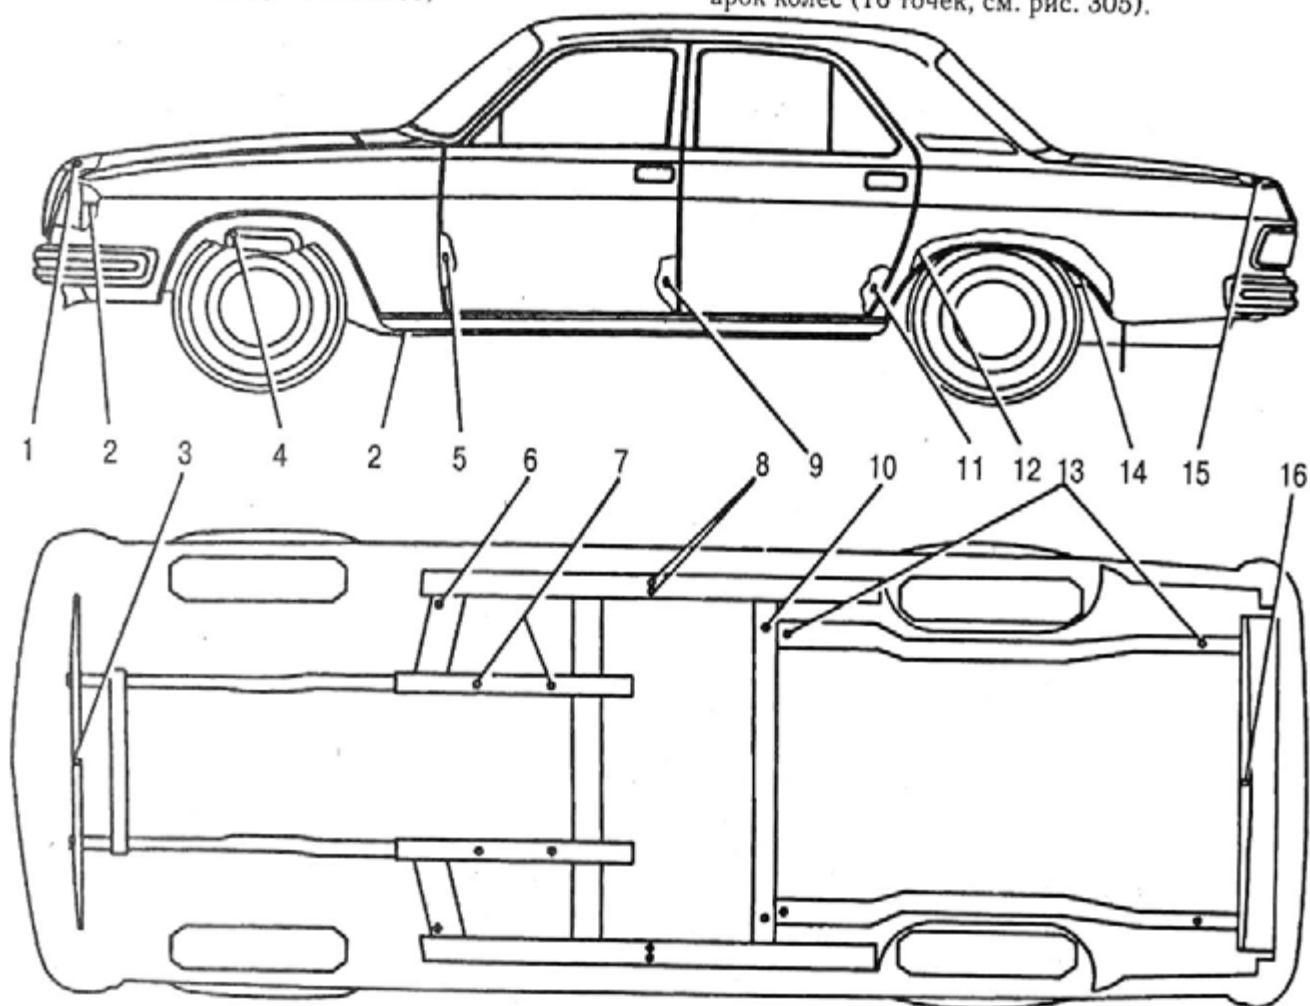

Рис. 305. Точки нанесения антикоррозионной защиты кузова:
- произвести антикоррозионную обработку кузова автоконсервантом НГМ-МЛ или аналогичными другими закрытых полостей кузова, дверей и арок колес (16 точек, см. рис. 305).